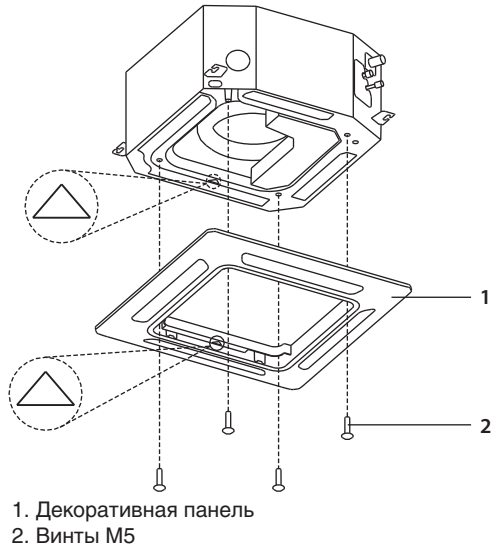

Рис. 10-3
- соедините декоративную панель и корпус блока как показано на рис. 10-3